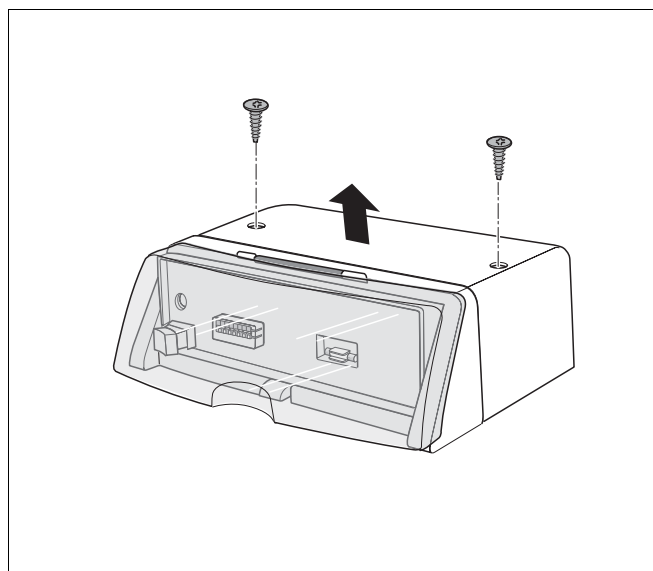

Рис. 3 Снятие верхней крышки
- Отверните 2 винта сверху крышки (рис. 3).